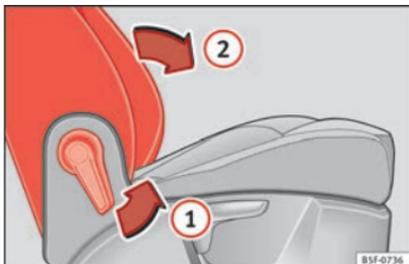

Abb. 152 Beifahrersitz: Hebel zum Umklappen der Rückenlehne.
- Ziehen Sie den Hebel ① » » **Abb. 152** und drücken Sie die Rückenlehne soweit nach vorn ② bis sie sich in horizontaler Stellung befindet.